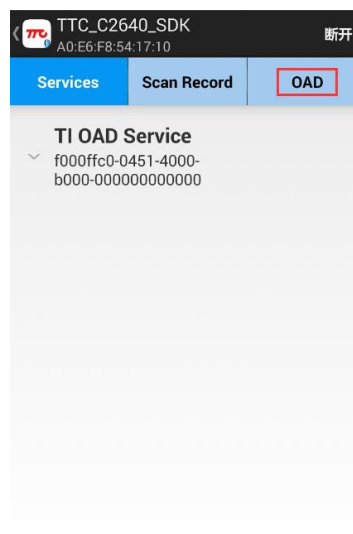

图 3-2-12 OAD 模式
- (7) 连接成功后，仅有 TI OAD Service，点击 OAD，如图 3-2-12。